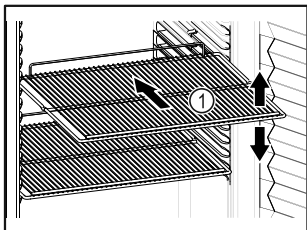

Fig. 56
- Jeśli ruszty do składowania Fig. 56 (1) są ruchome, należy je ustawić odpowiednio do wysokości.